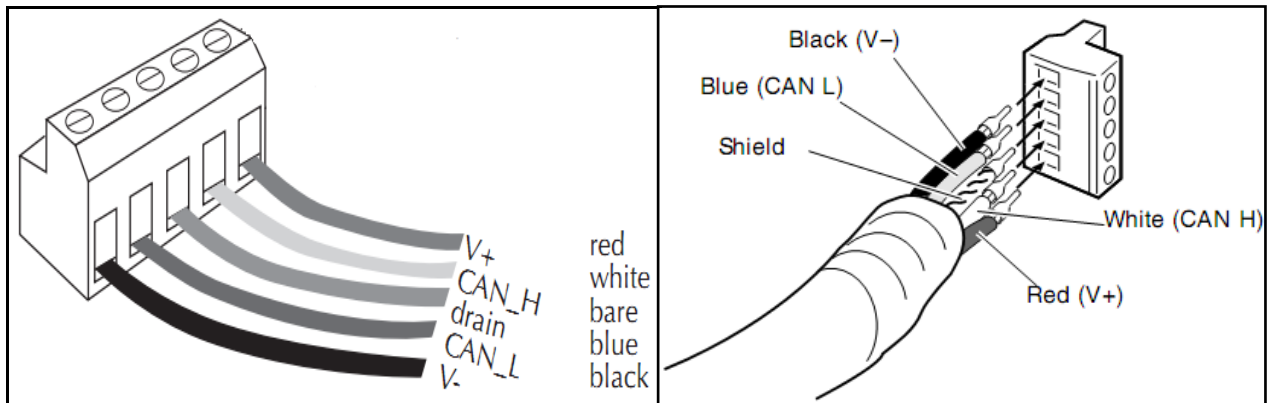
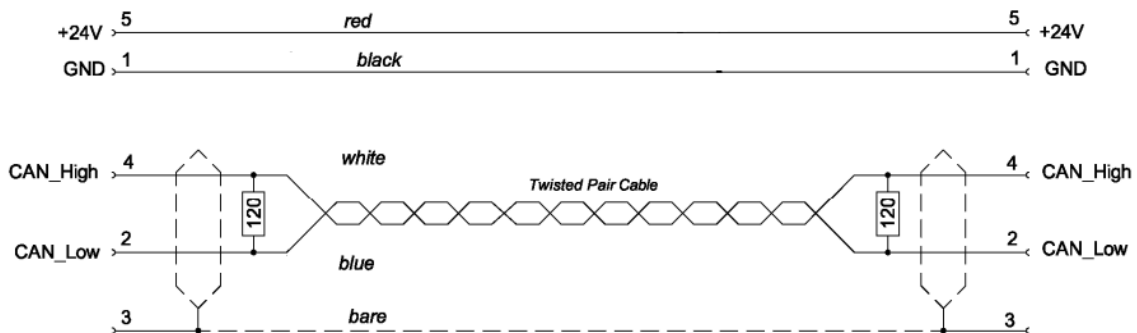

图 3.3 连接头 针排列
图 4.2 网络电缆连接方法
Cable与Connector连接方法是DeviceNet Option Card是使用STL(Z) 950 5针 OPEN Connector, 用拧紧螺丝刀固定DeviceNet 现场网络的 V+(红), CANH(白), CANL(蓝), V-(黑) 四个线. 请使用标准的DeviceNet电缆线. 电缆与Connector的连接请参考“图 4.2”,“图 3.3”.